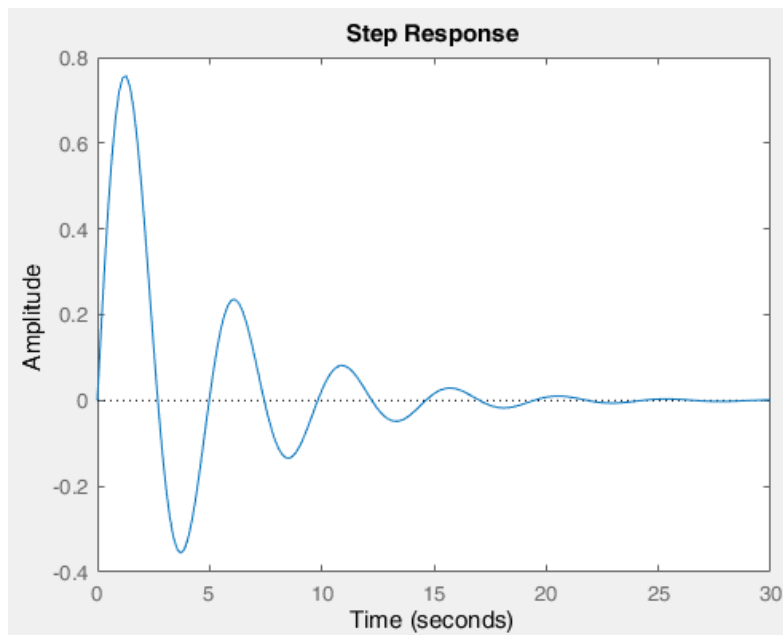

Рис. 4 Переходная функция замкнутой системы
6. Реакцию системы на единичное ступенчатое воздействие можно вычислить функцией `step(W)`. Пример результата её работы показан на Рис. 4.